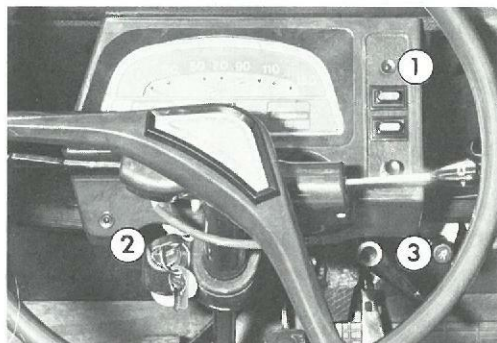

Fig. 12 - Mise en route
Combiné « antivol-contact-démarreur » (Fig. 12).
- *Tourner la clé jusqu'à butée : le contact est mis. Sur " ≈ 400" le voyant de pression d'huile moteur (Rep. 1 - Fig. 12) s'allume.*
Réduire, si nécessaire, la vitesse du moteur en repoussant progressivement le starter. Après quelques minutes de route, le starter n'étant plus utile, le repousser à fond. Sur " ≈ 400" le voyant de pression d'huile moteur (Rep. 1 - Fig. 12) doit s'être éteint.